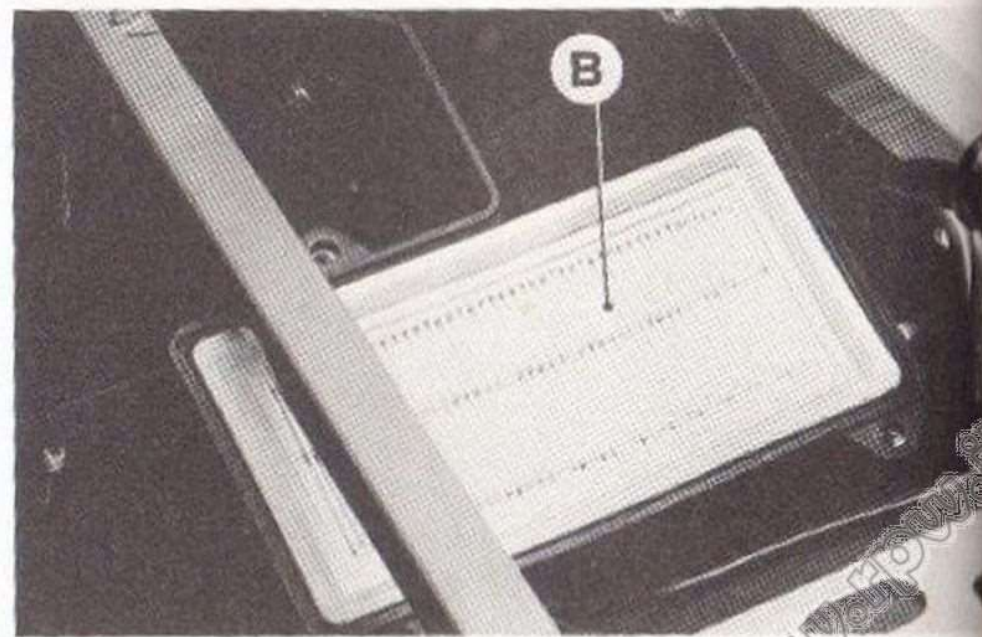

Fig. 21
<p>FILTRO ARIA</p>	<p>La manutenzione del filtro aria deve avvenire ad intervalli regolari (ogni 4.000 Km.). Deve essere eseguita con maggiore frequenza se la moto viene usata in zone polverose.</p> <ol style="list-style-type: none"> <li>1) Togliere la sella allentando la vite sotto il parafango posteriore.</li> <li>2) Allentare le 5 viti del coperchio del filtro e rimuoverlo.</li> <li>3) Togliere l'elemento filtrante (B) e soffiare con aria (vedi fig. 21).</li> </ol>